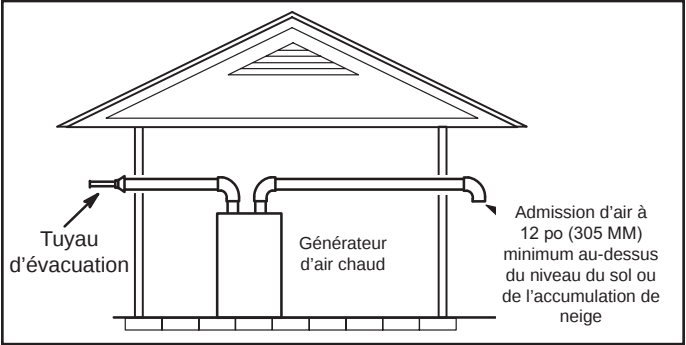
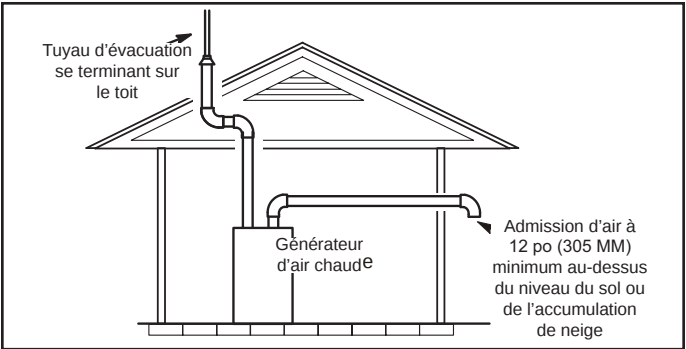

Figure 25. Sortie des événements d'évacuation et d'admission (pas de zone de pression commune)
Figure 26. Sortie des événements d'évacuation et d'admission (pas de zone de pression commune)
Les tuyaux d'admission et d'évacuation peuvent être acheminés horizontalement à travers un mur extérieur ou verticalement à travers le toit. Dans les installations dans un comble ou un placard, la terminaison verticale à travers le toit est préférable. Les Figures 25 à 36 présentent des terminaisons typiques.
- 1. Les terminaisons d'admission et d'évacuation ne doivent pas nécessairement se trouver dans la même zone de pression. Vous pouvez sortir l'admission d'un côté de la structure et l'évacuation d'un autre côté (Figure 25). Vous pouvez sortir l'évacuation par le toit et l'admission par le côté de la structure (Figure 26).